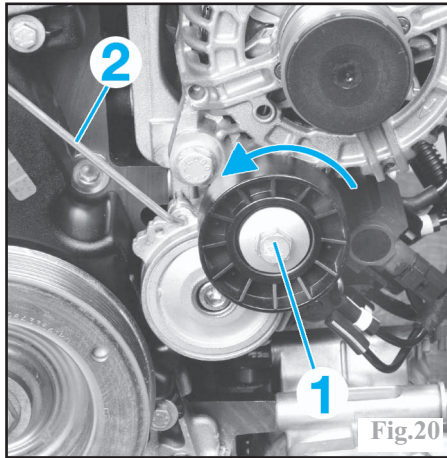

Fig.20
Tourner le galet tendeur (1) dans le sens inverse horaire (Fig.20).